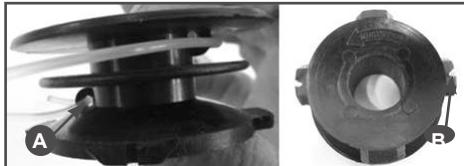

Рис. 24 Установка корда
Извлеките катушку триммерной головки и удалите остатки корда. Осмотрите детали головки на отсутствие повреждений. Поврежденные детали головки необходимо заменить. Отрежьте 2,5-3 метра корда, сложите его вдвое и выровняйте концы. Концы корда вставьте в специальные пазы в катушке (A) Рис. 24.
Намотайте корд плотно с натягом в катушку катушки. Направление намотки указано стрелкой на катушке. После намотки разрежьте петлю с кордом. Заденьте концы корда в специальных пазах на катушке (B) Рис. 24. Проденьте концы корда в отверстия на корпусе триммерной головки и установите катушку с кордом на корпус головки.